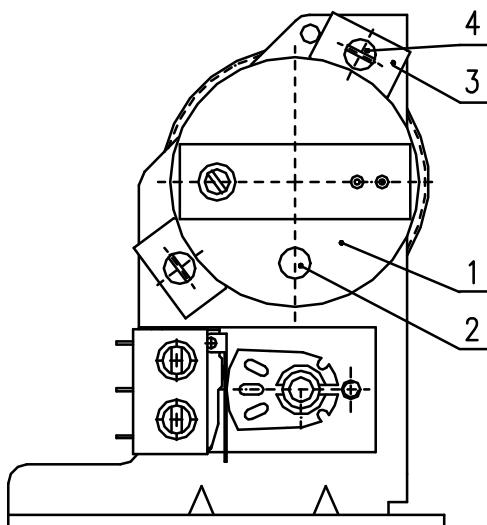

Рис. 8
- подстроить сигнал 4 мА, для осуществления чего нужно после освобождения крепежных винтов накладок датчика (рис.8) вращать датчиком до достижения требуемой величины, т.е. 4 мА +0,2мА; крепежные винты снова подтянуть